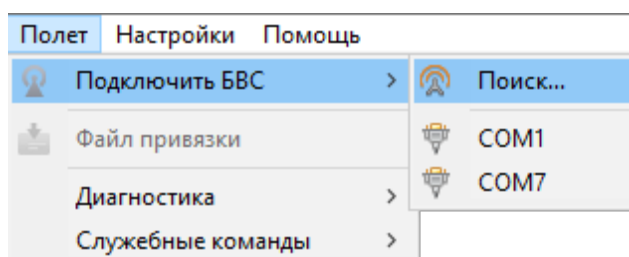

Рис. 90: Подключение БВС
1. Для подключения БВС выберите в основном меню **Полет > Подключить БВС > Поиск..** (рис. 90).